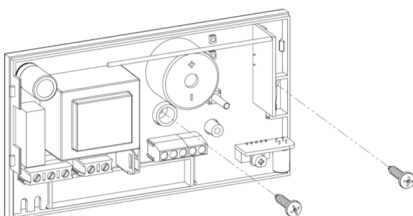

Fig. 3
- Fixați baza detectorului de gaze pe o cutie de joncțiune cu 2 module prin intermediul celor două locașuri pentru șuruburi cu interax de 60 mm având grijă să faceți să treacă cablurile în fantă așa cum se arată în Fig. 3.